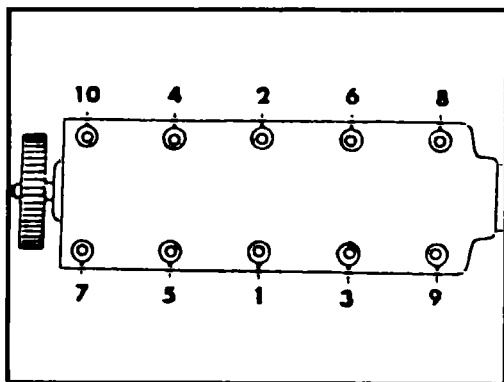

Рис. 2.7 Очередность затяжки болтов крепления головки блока
- ◆ Торцевым ключом с многогранной насадкой (на 12 мм) для болтов типа TORX отверните болты крепления головки блока в последовательности обратной к показанной на рис. 2.7, выньте болты. Затем снимите головку блока и ее прокладку. Распредвал можно снять, без демонтажа головки блока.